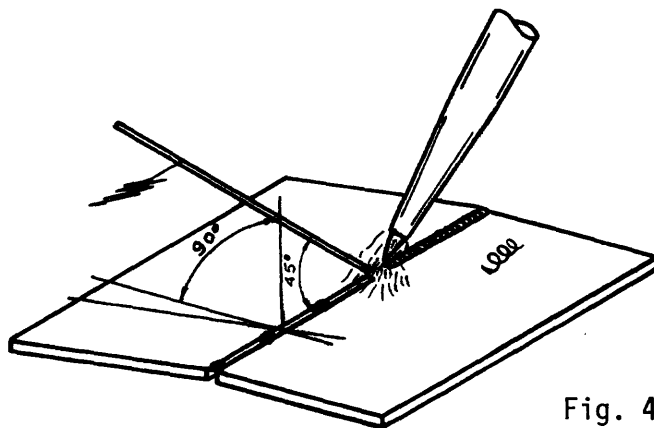

Fig. 4
- ___ c Avance dando un movimiento semicircular a la boquilla (fig.4).